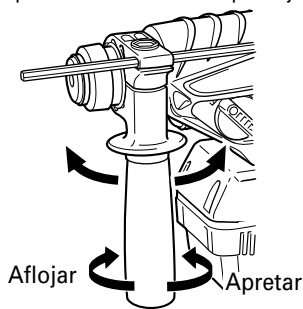

Fig. 6
2. Fijación del asa lateral (Fig. 6)